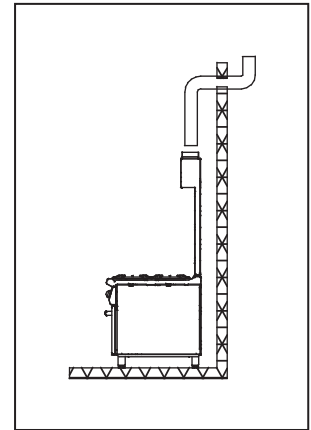

Fig. 16
- *Evacuazione naturale (fig.16).*